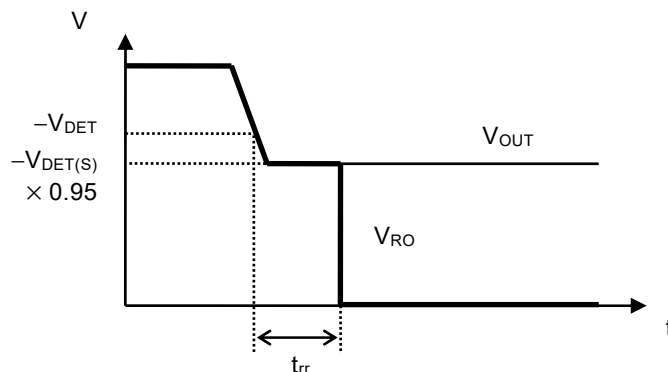

図7 リセット反応時間
*4. V_{OUT} が $-V_{\text{DET}}$ を下回ってから実際にRO端子の出力が反転するまでの時間 (図7参照)。 V_{OUT} が $V_{\text{OUT(S)}} \rightarrow -V_{\text{DET}}$ に変化してから V_{RO} が $V_{\text{OUT}} / 2$ に達するまでの期間を表します。